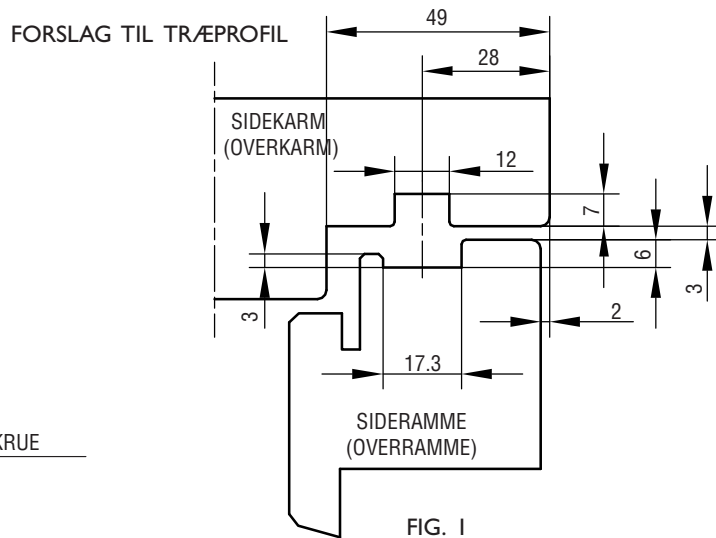

FIG. 1
1. Side- og øverste karm og ramme forsynes med gennemgående noter, se fig. 1.